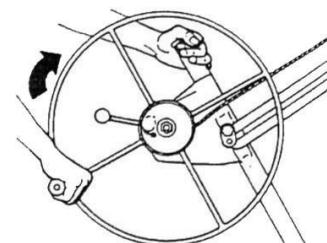

Figure 11
1. Rotiți roata trolului în direcția prezentată în Fig. 11